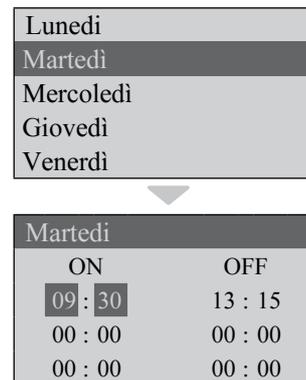

fig. 32 - Programmazione Giornaliero
- Selezionando con il tasto SET l'opzione "Giornaliero", viene abilitata la scelta del giorno della settimana per il quale si desidera programmare le accensioni. Sono concessi fino a tre cicli di accensione e spegnimento (fig.32). Premere il tasto SET per selezionare il giorno della settimana, spostarsi con i tasto 4 e 6, modificare le ore di accensione e confermare con SET;